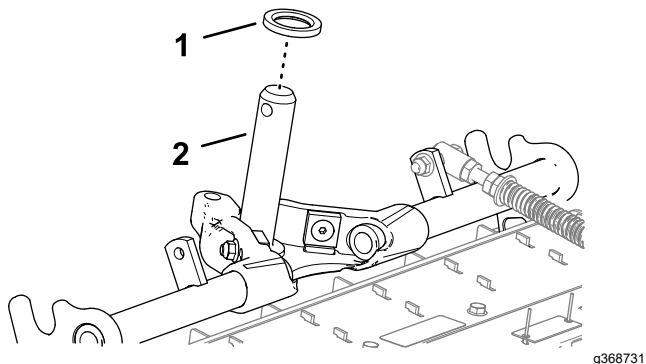

Figura 24
1. Asegúrese de que la arandela de empuje biselada está introducida sobre el eje del bastidor de tiro (Figura 24).